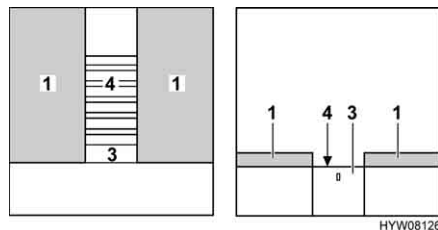

Fig. 114 Durante la trasformazione
- Se sulla base estraibile (Fig. 114,3) è montato un bloccaggio: afferrare da dietro il diaframma e sbloccare la base estraibile.
- Estrarre completamente il telaio portamaterasso (Fig. 114,4) o la prolunga con la base estraibile.